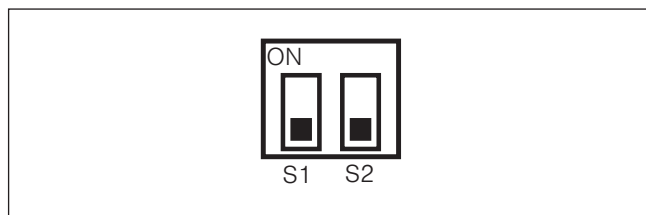

Abb. 5 Werkseinstellung Kodierschalter
- Stellen Sie die Kodierschalter S1 / S2 (siehe Abb. 5) entsprechend der gewünschten Funktion ein: